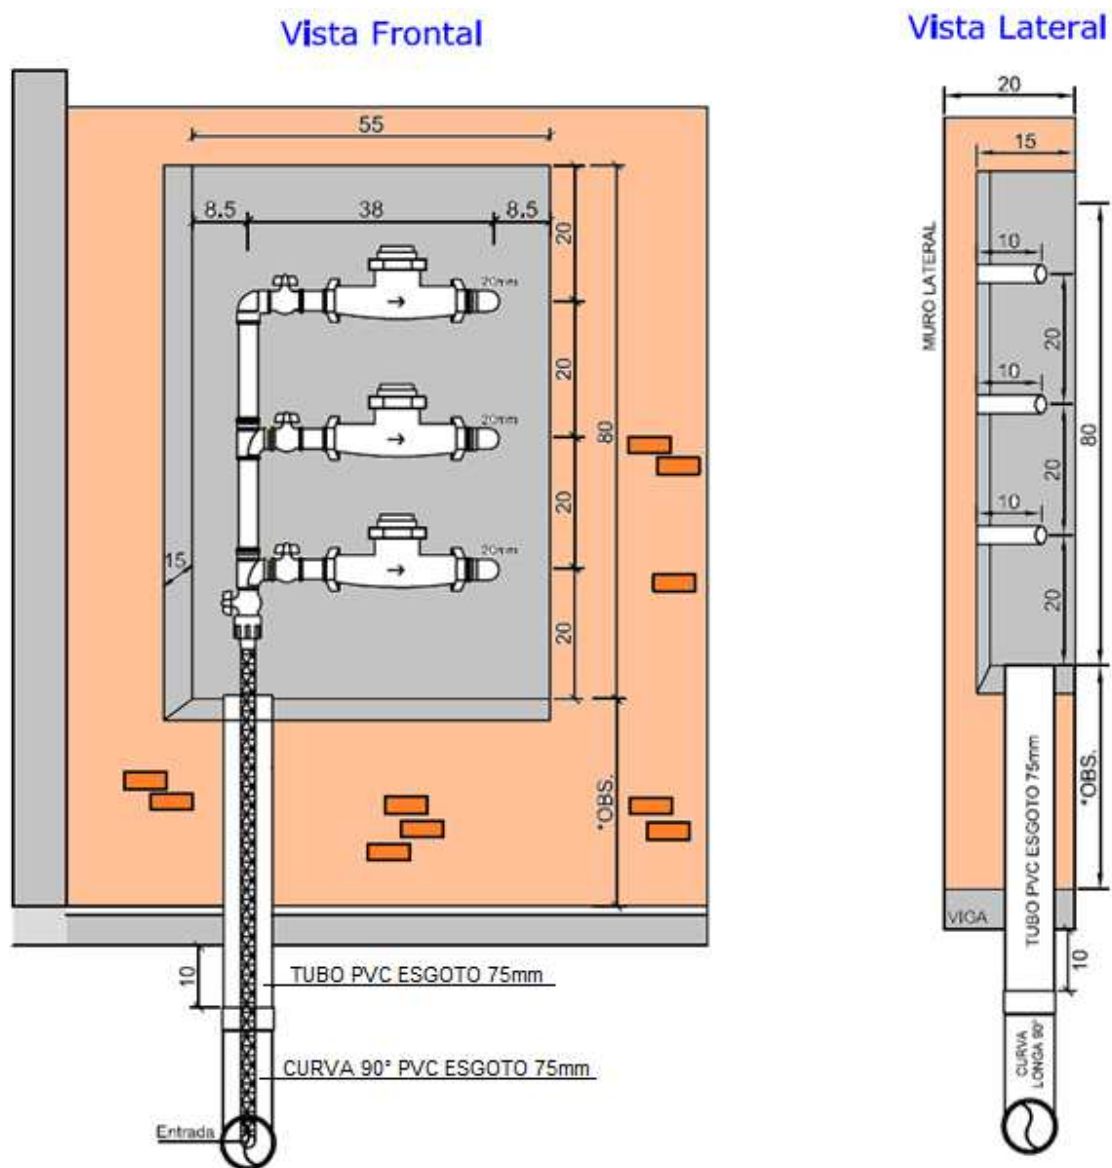

Figura 1: Padrão para 03 ligações – Modelo 1.
- I. **Modelo 1:** abertura no muro com dimensões de 80 cm de altura, 55 cm de largura e 15 cm de profundidade, para instalação dos hidrômetros de maneira sobreposta. Hidrômetros instalados com saída para trás (Figura 1).